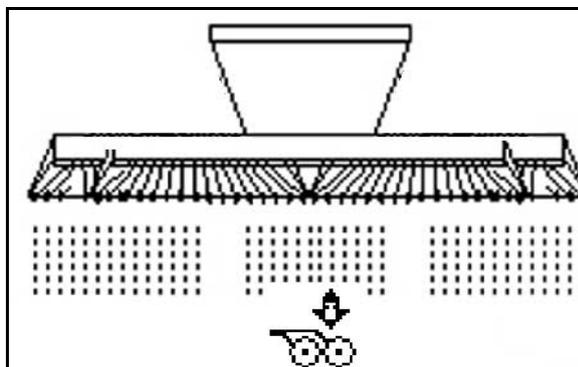

Fig. 56
1. Schardruck vorwählen (Fig. 56).
1.  Schar-/Striegeldruck vorwählen (Fig. 56).
1.  Zinkentiefe vorwählen (Fig. 56).